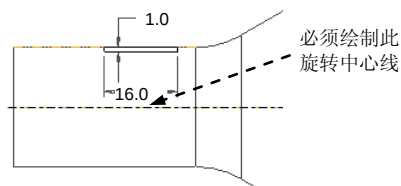

图 5.20.6 截面图形
Step2. 选择下拉菜单 **插入(I) → 旋转(R)...** 命令，创建槽特征，草图截面的尺寸如图 5.20.6 所示。